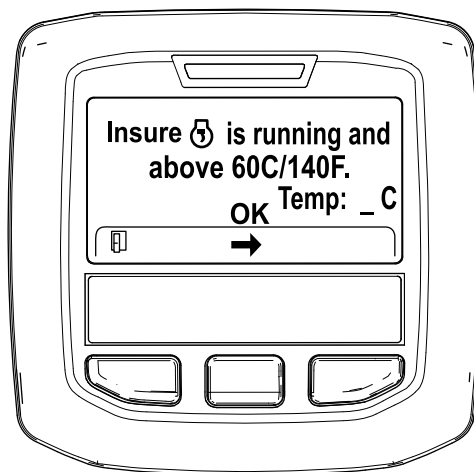

図 32
5. 冷却液の温度が 60°C (140°F) 未満の場合には、Insure is running and above 60C/140F” エンジン作動と冷却水を確認と表示される 図 32。